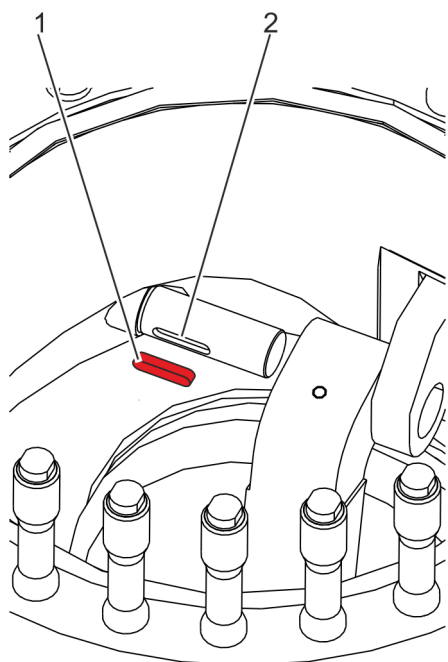

Fig. 25: Clavette
7. ➤ Retirer la clavette (Voir la Fig. 25/1) de la rainure (Voir la Fig. 25/2) de l'arbre du clapet.
11. ➤ Insérer la clavette (Voir la Fig. 25/1) dans la rainure (Voir la Fig. 25/2) de l'arbre du clapet.